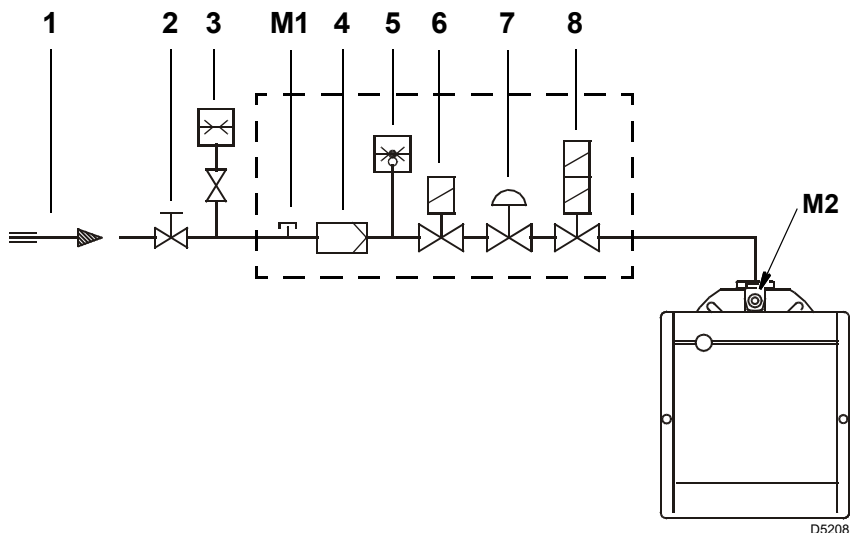

Fig. 16
Leyenda (Fig. 16)
Presión del gas medida en la toma M2)(Fig. 16 en la pág. 18), con:
- sustraer de la presión del gas en la toma M2)(Fig. 16 en la pág. 18) la presión en la cámara de combustión.
Presión del gas en la toma M2)(Fig. 16 en la pág. 18)= 10 mbar
Para conocer la presión del gas necesario en la toma M2)(Fig. 16 en la pág. 18), fijada la potencia máxima de modulación a la cual se desea que funcione el quemador:
- Leer a la derecha, columna 1, la presión en la toma M2)(Fig. 16 en la pág. 18).
presión necesaria en la toma M2)(Fig. 16 en la pág. 18).